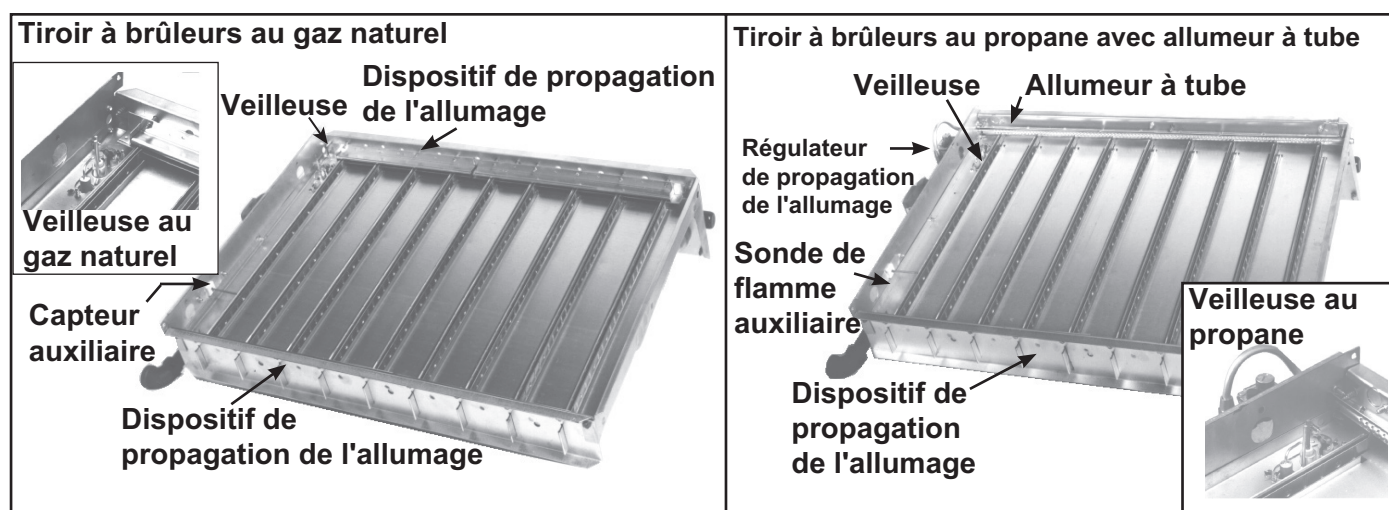

Figure 27. Tiroir à brûleurs typique avec veilleuse
- Les tiroirs à brûleurs au gaz naturel et au gaz propane typiques sont montrées à la Figure 27.